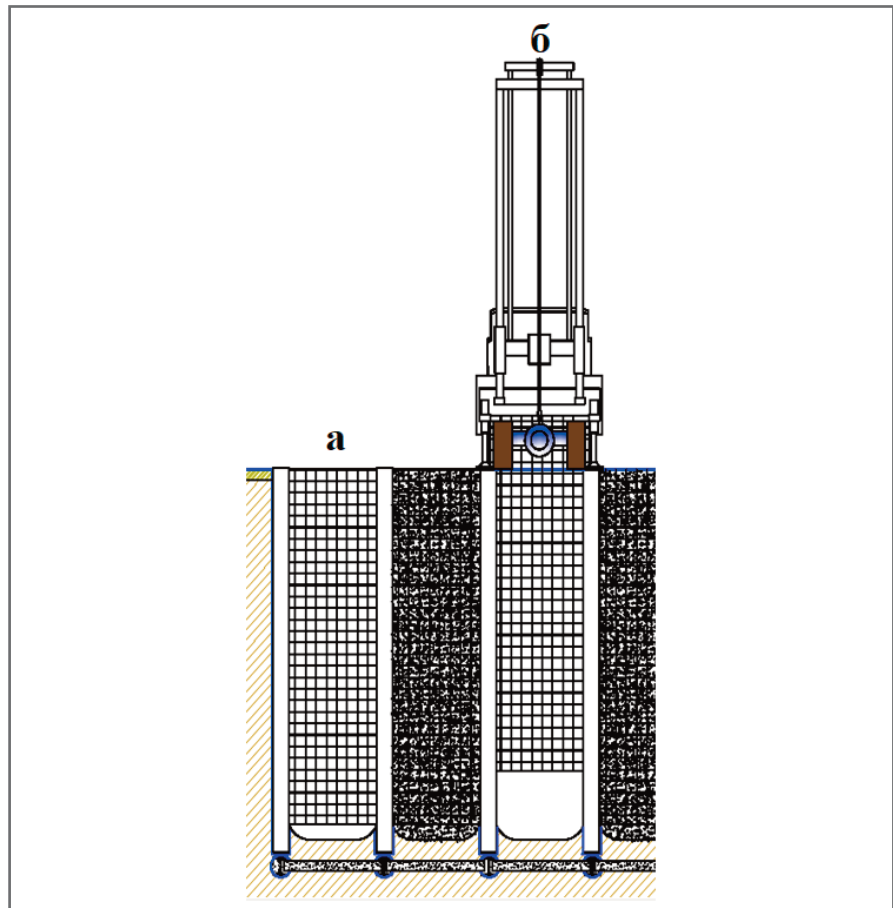

Рис. 4. Четвертый этап
4. В готовые прорези опускаются металлические арматурные каркасы размером «от балки до балки» на всю глубину пройденных выработок (прорезей) (рис. 4, а). Конструкция каркаса выбирается в зависимости от проектного решения по устройству котлована и в за-
ектор на всю глубину пройденной выработки. Через него закачивается мелкозернистый бетон, который вытесняет глинистый раствор до полного его замещения (рис. 4, б). Этот глинистый раствор через систему отстойников или гидроциклонов накапливается в емкости для его повторного использования. Возможно первоочередное закачивание мелкозернистого бетона с забоя через иньектор с последующим опусканием каркаса.